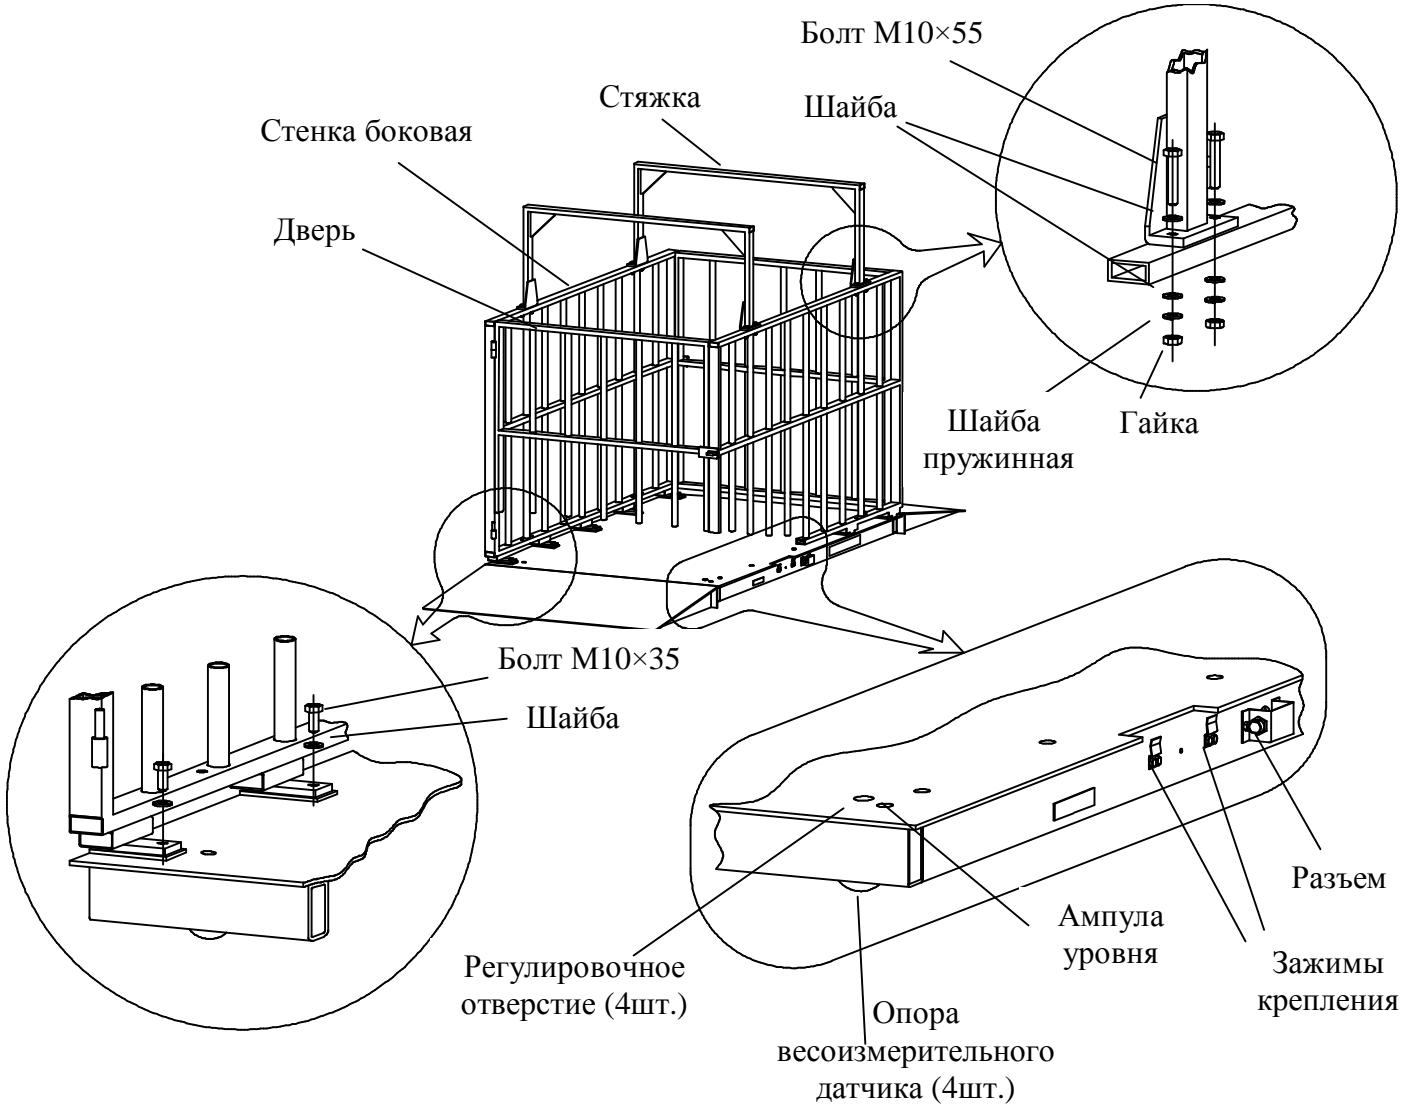

Рис. 5.1 - Платформа весовая
5.1 Платформа весовая состоит из рамы с четырьмя встроенными цифровыми весоизмерительными датчиками и ограждения (рис. 5.1).
6.3.1 Установить боковые стенки ограждения на платформу весов и привинтить их болтами M10×35, не затягивая болты (каждая боковая стенка крепится 5-ю болтами, см. рис. 5.1).
6.3.2 Установить две стяжки сверху боковых стенок ограждения и привинтить их болтами с гайками, не затягивая болты (каждая стяжка крепится 4-мя болтами M10×55 с гайками, см. рис. 5.1).